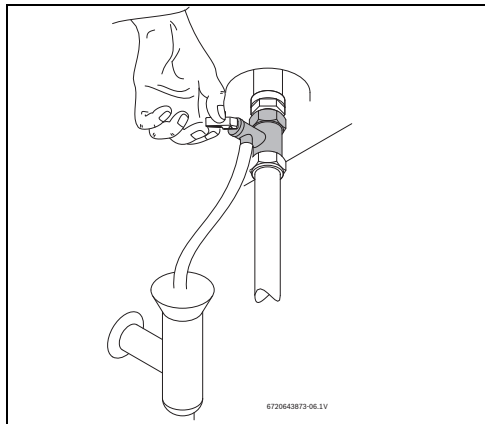

Fig. 12 Deschiderea manuală a supapei de siguranță
- ▶ Deschideți supapa de siguranță (Fig. 12).
- ▶ Deschideți manual supapa de siguranță cel puțin o dată pe lună (→ Fig. 12).